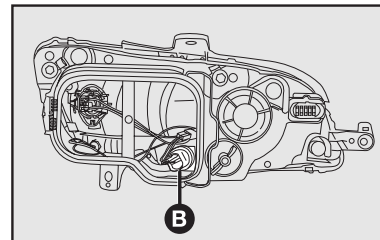

fig. 30
2) retirar el portalámparas **B**-fig. 30 girando en sentido antihorario;